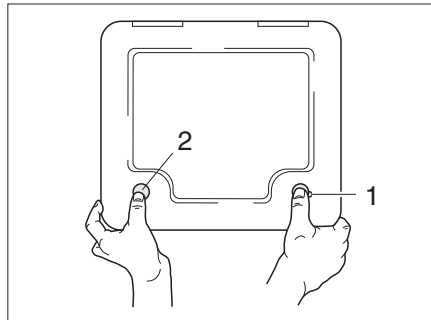

Bild 5 Außenklappe Thetford-Kassette mit Magnet
- Schlüssel in Schließzylinder des Druckschlusses (Bild 5,1) stecken und eine viertel Umdrehung drehen.
- Druckschloss (Bild 5,1) und magnetischen Druckknopf (Bild 5,2) gleichzeitig mit dem Daumen drücken und Außenklappe öffnen.
Die Außenklappe (Bild 5) wird vom magnetischen Druckknopf (Bild 5,2) an der Außenwand des Motorcaravans gehalten.
- Schlüssel in Schließzylinder (Bild 5,1) stecken und eine viertel Umdrehung drehen.